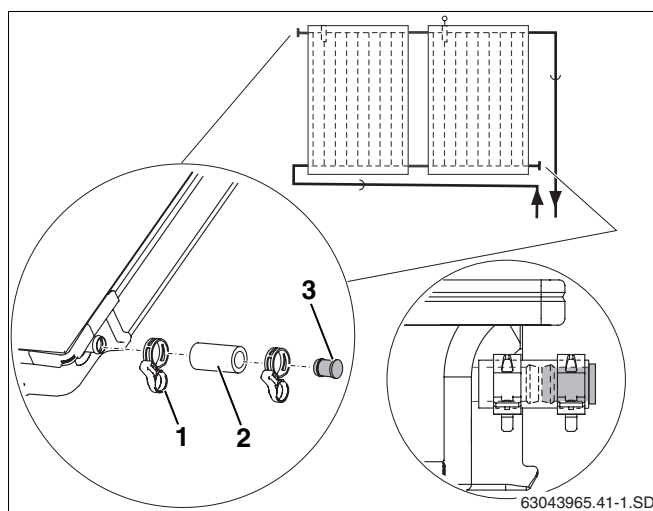

Fig. 21 Montaggio del tappo cieco e della fascetta elastica
- Infilare il tubo di gomma 55 mm per solare (fig. 21, **pos. 2**), con tappo cieco già montato, sui due attacchi liberi del campo di collettori.